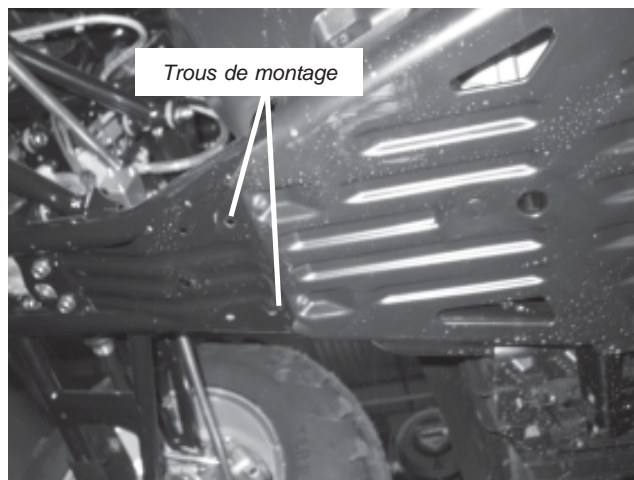

Figure 1
2. Enfilez les boulons à tête hexagonale (C1) munis de rondelles (C2) dans le support en « L » (D1). Repérez les trous de la figure 1 et fixez-y l'ensemble support en « L » et boulons, tel qu'illustré à la figure 2.